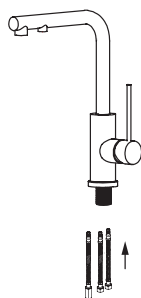

Рис. 3
- Пропустите гибкую подводку в отверстие в столешнице. Присоедините гибкую подводку и подводку для фильтрованной воды к смесителю (рис. 3).